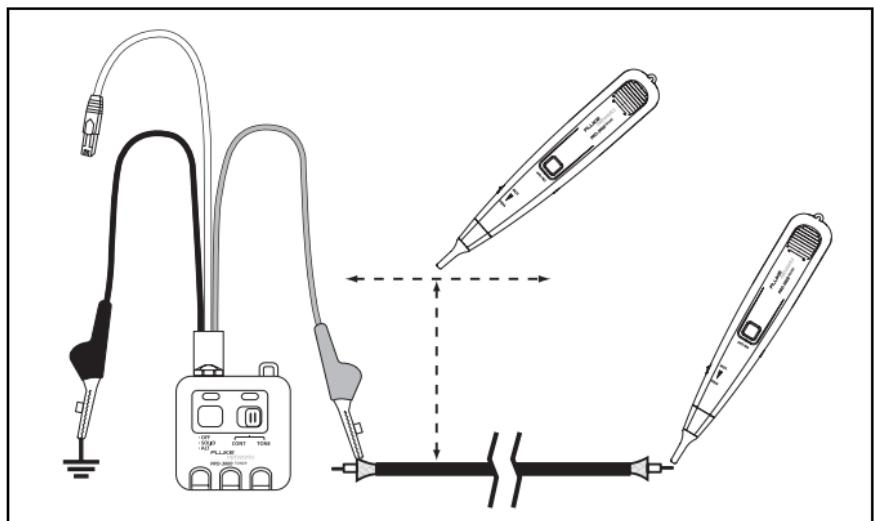

Figura 3. Seguimiento de un cable
- 2 Conecte el cable rojo de prueba a uno de los conductores del cable a probar (véase la Figura 3).